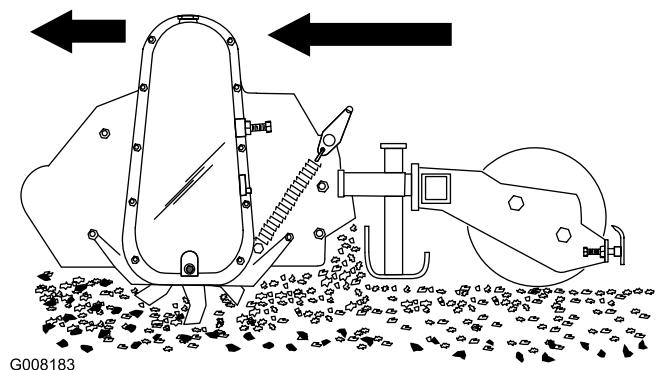

Figura 9
1. Baje el cultivador al suelo, asegurándose de que la caja de la cadena está perpendicular al suelo (Figura 9).